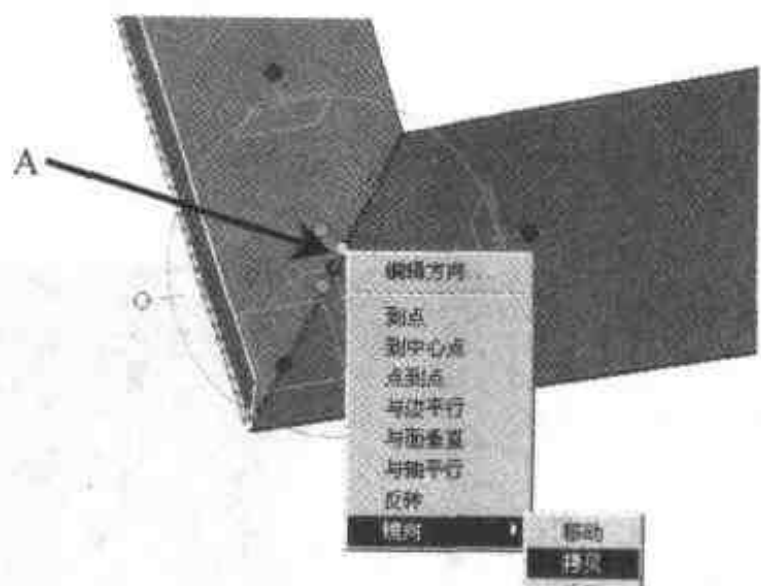

图 4.19 镜像拷贝图素
- (4) 再次按下空格键使三维球与侧面折弯图素重新结合在一起。
- (5) 右击如图 4.19 所示定位手柄(A)，选择【镜向】|【拷贝】命令。